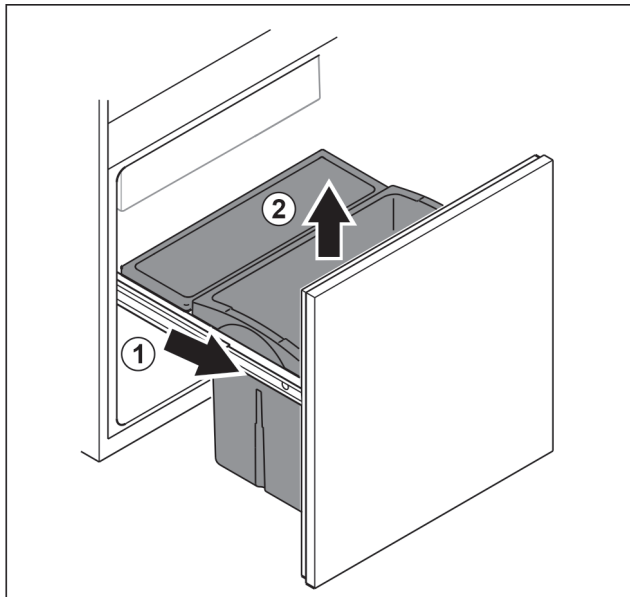

Fig. 103
- Auszugswagen bis zum Anschlag herausziehen. Fig. 103 (1)
- Schubfach nach oben entnehmen. Fig. 103 (2)